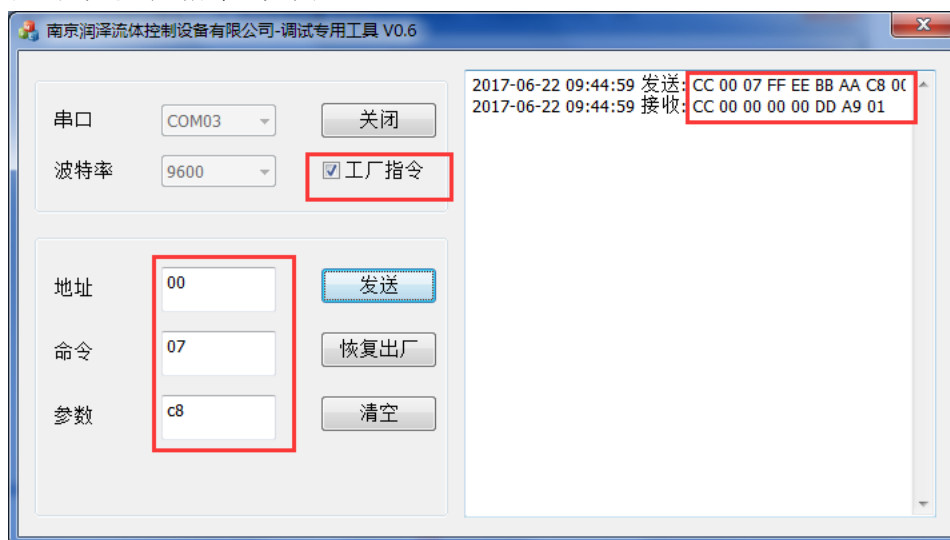

图 8
- 1、点击勾选工厂指令（如图 8）
- 2、在地址栏输入地址为 00（默认为 00，若已修改地址，则输入已修改的地址）命令行输入设定速度的代码 07，在参数行输入需要的速度 C8（这里输入的参数为十六进制）（如图 8），点击发送按钮，接收信息（B3 为 C8）如图 8 所示即为正确